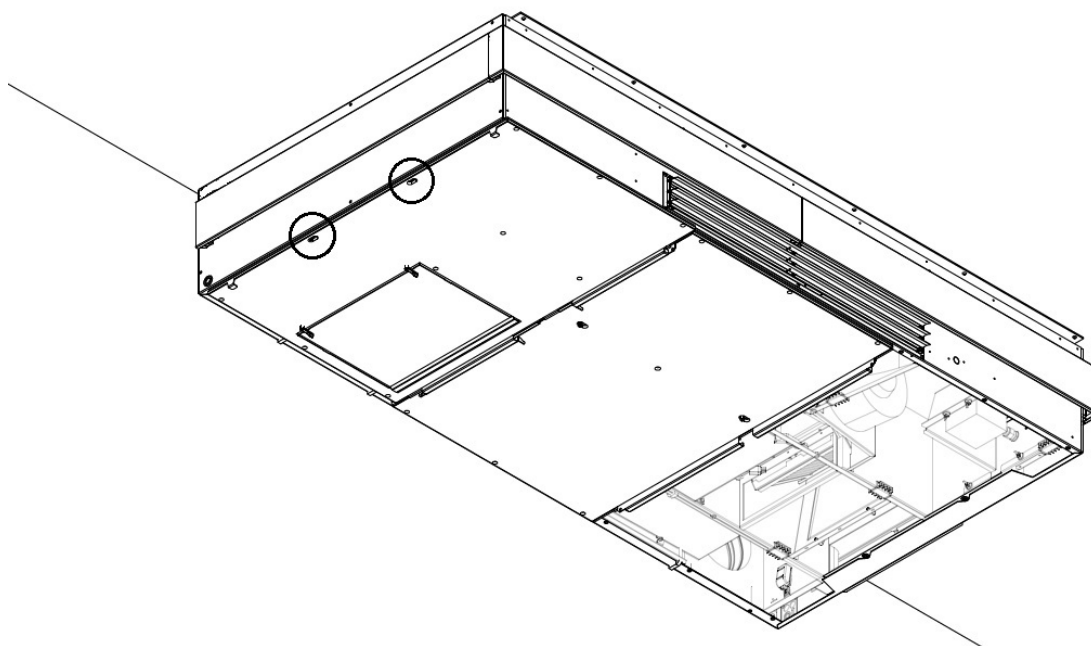

Figur 38: Lyft upp den vänstra sidoplåten på gångjärnen
6. Lyft upp den vänstra sidoplåten på den mellersta stålplåtens gångjärn, se Figur 38 nedan.